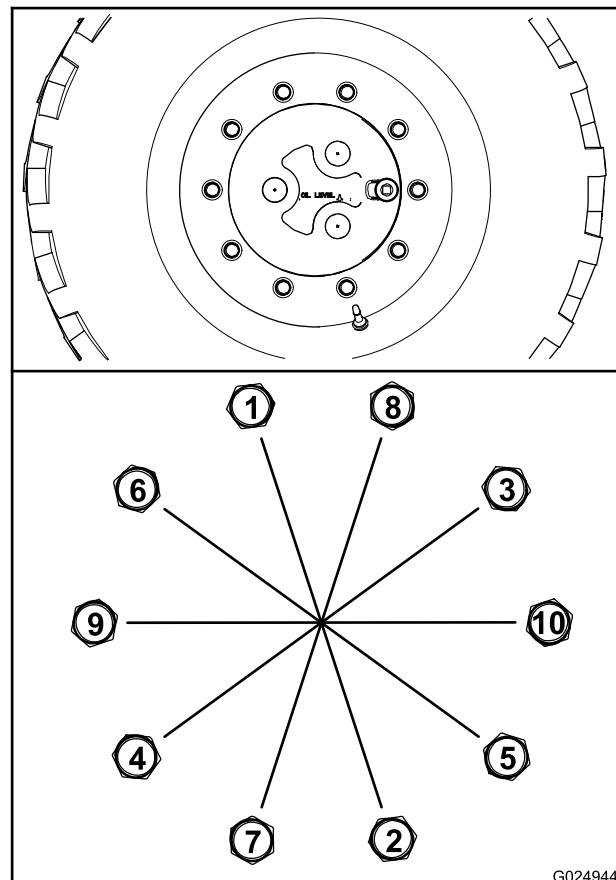

Figura 88
- A. Apriete todas las tuercas de las ruedas a 100 N·m (75 pies-libra) en la secuencia indicada en la Figura 88.
- B. Apriete todas las tuercas de las ruedas a 200 N ·m (150 pies-libra) en la secuencia indicada en la Figura 88.
- C. Apriete todas las tuercas de las ruedas a 300 N ·m (225 pies-libra) en la secuencia indicada en la Figura 88.